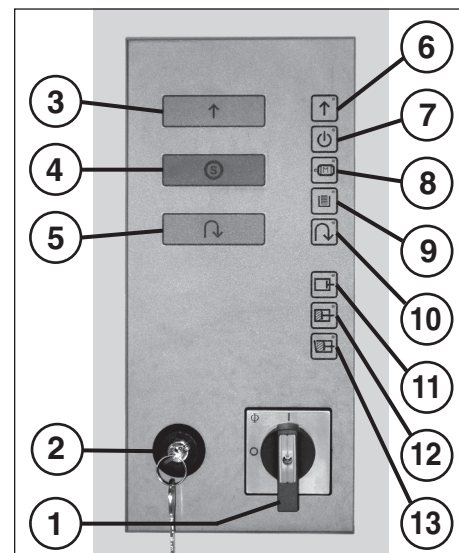

Fig. 6
- Desbloquear el interruptor de bloqueo (2) y pulsar el pulsador de "Avance del mecanismo de corte" (3) (fig. 6).
DESTRUCTORA DE DOCUMENTOS (fig. 6):
ELEMENTOS DE MANEJO (fig. 6, 7 y 8):
(Parada de emergencia) (fig. 6)
2 = Interruptor de bloqueo (fig. 6)
"Avance del mecanismo de corte" (fig. 6)
"Parada del mecanismo de corte" (fig. 6)
"Retroceso del mecanismo de corte" (fig. 6)
"Listo para el servicio" (fig. 6)
"Fallo de motor" (fig. 6)
"Retención en la salida" (fig. 6)